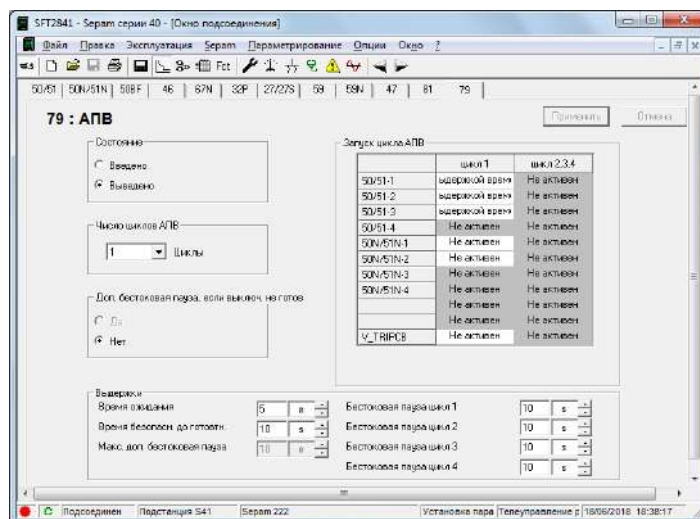

Рисунок 8.9 – Окно «79 уставки автоматики повторного включения»
- 79: Автоматическое повторное включение (рис. 8.9).